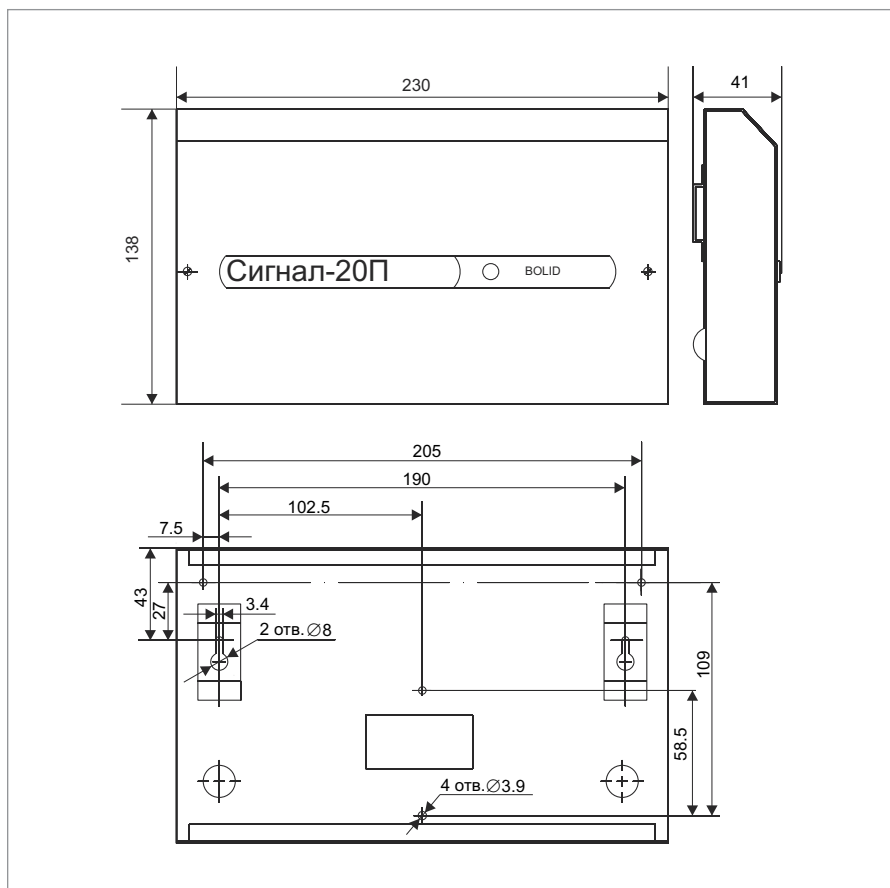
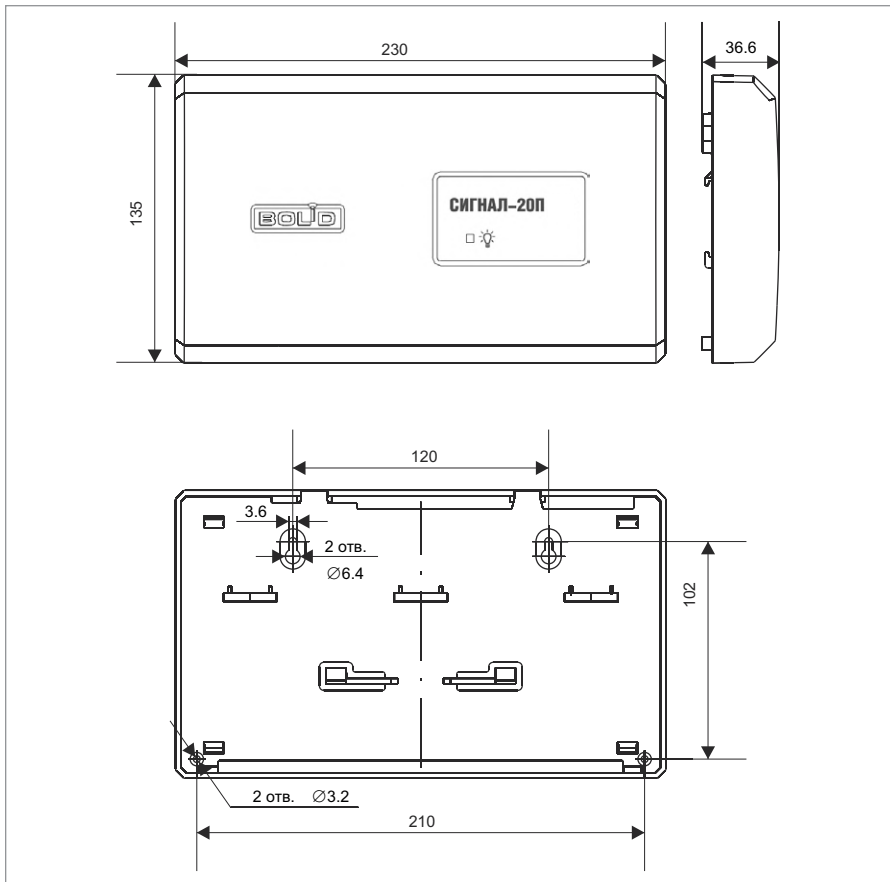

Рисунок 13. Внешний вид, габаритные и установочные размеры блока «Сигнал-20П исп.01»
Рисунок 14. Внешний вид, габаритные и установочные блока «Сигнал-20П»
- 2.1. Наметьте на стене места для трех установочных отверстий в соответствии с габаритным чертежом (см. Рисунок 13 и Рисунок 14).